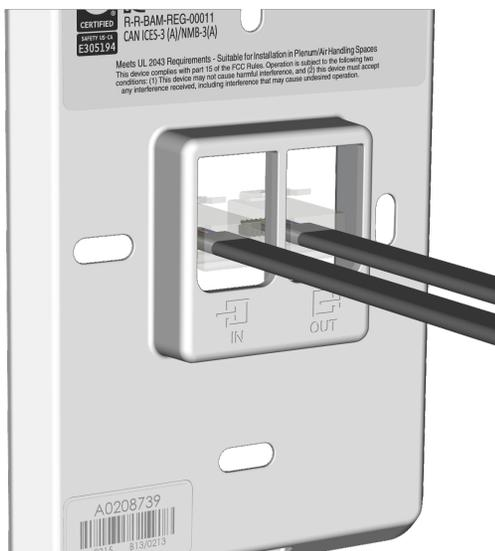

図3. イーサネットケーブルの挿入
2. 図3を参照してください。コントロールイーサネットケーブルを "IN" と書かれたポートに挿入します。